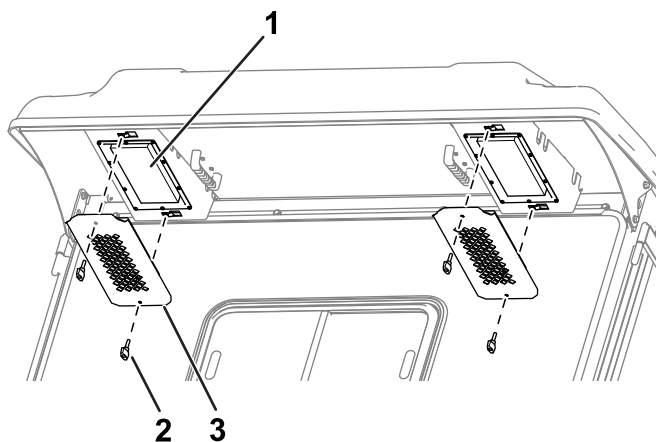

Figura 87
1. Îndepărtați butoanele i grătarele de pe elementele de joasă înălțime din spate (Figura 87).
4. Utilizați butoanele și grătarele pentru a monta filtrele în cabină (Figura 87).